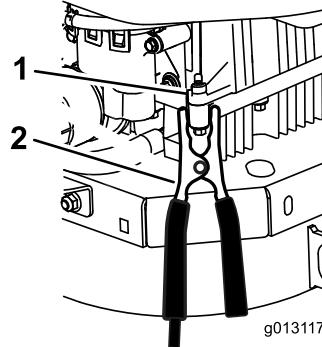

Figura 50
6. Haga la conexión final al **bloque motor** (no al borne negativo de la batería) de la máquina con la batería descargada, en un lugar alejado de la batería, y apártese (Figura 50).